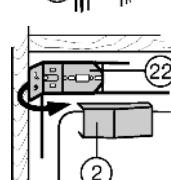

Fig. 17
► Закройте боковую часть крепежного уголка Fig. 17 (22).
► Снова защелкните крышку Fig. 17 (2).
► Закройте все отверстия пробками Fig. 17 (30,5).